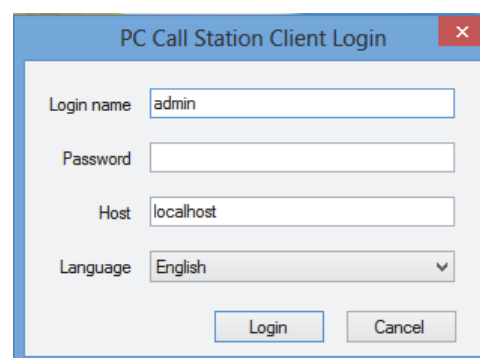

figura 62.1: Início de sessão do PC Call Station Client
- 2 Clique em *PC Call Station Client*. Aparece um ecrã semelhante ao da figura 62.1.